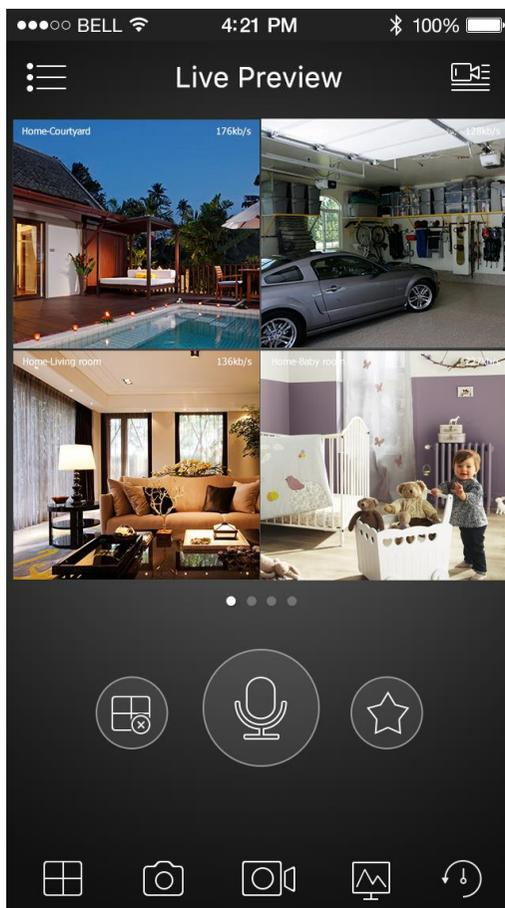

Figura 6-5
- a) Dopo la scansione, è possibile visualizzare il prodotto SN. Fai clic sul pulsante Avvio di anteprima live, ora si può visualizzare il flusso video live sul telefono cellulare. Vedere Figura 6-5.